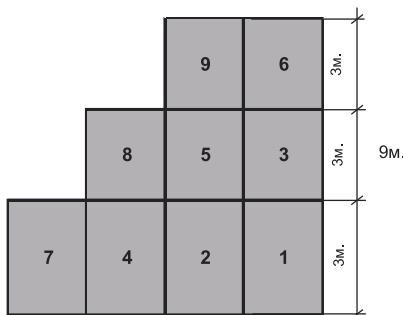

Рис.1
- Металлическую черепицу **без скрытого крепления** нужно начинать с правого нижнего угла, когда следующий лист накрывает предыдущий. Оптимальный порядок укладки листов показан на (Рис. 1)